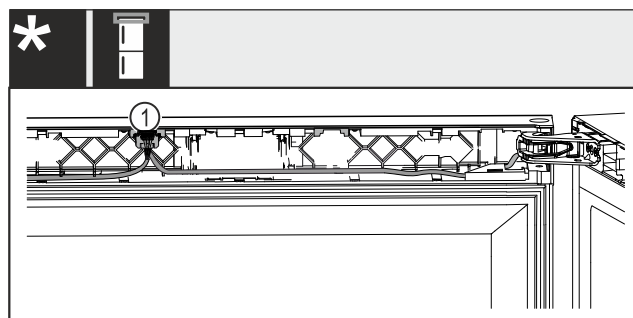

Fig. 64 Combinazioni vino-congelatore*
- Innestare la spina Fig. 64 [1] nella guida.*